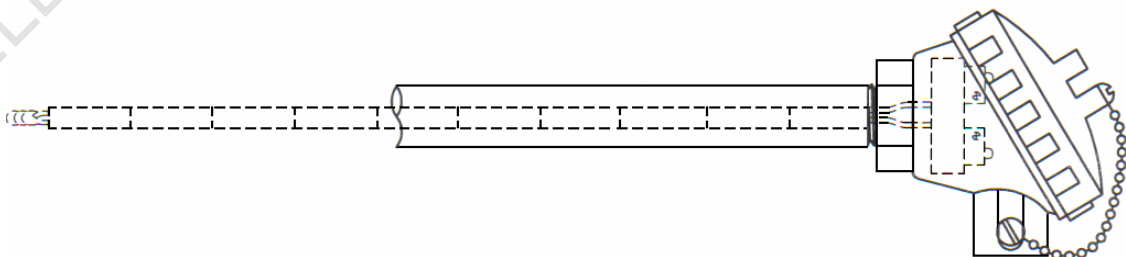

Fig. 6 CABEZA DE CONEXIÓN
-Cabeza de conexión: es una caja de protección para el block terminal, con aberturas roscadas para conectarse al tubo protector o al termopozo y a un conduit. (Fig. 6).